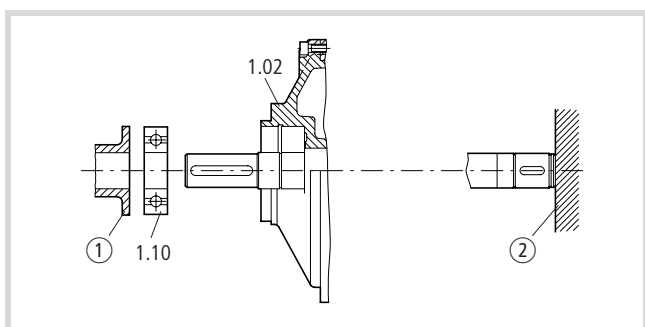

Figure 26 : Flasque et montage du roulement
**Moteurs avec capteur de vitesse intégré → fig. 26.**
► Glissez le roulement AV (1.10) simultanément sur l'arbre et dans le flasque à l'aide du manchon de montage ① tout en soutenant l'arbre sur le côté opposé à l'entraînement, puis bloquez le roulement par des circlips.